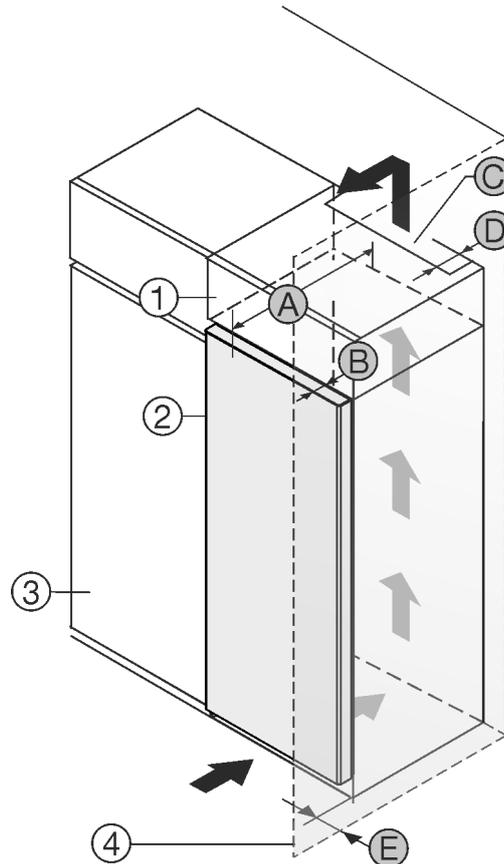

Fig. 1
Du kan plassere apparatet rett ved siden av kjøkkenskapet Fig. 1 (3)*
På baksiden av skapmodulen over enheten må det installeres en ventilasjonskanal med dybden Fig. 1 (D) over hele skapmodulens bredde.*
Ventilasjonstverrsnittet Fig. 1 (C) under taket i rommet må overholdes.*
Hvis apparatet plasseres med hengslene mot en vegg Fig. 1 (4), må avstanden mellom apparatet og veggen være minst 13 mm.*
Hvis apparatet plasseres med hengslene mot en vegg Fig. 1 (4), må avstanden mellom apparatet og veggen være minst 20 mm.*
For at du skal kunne åpne døren helt, må apparatet rage dørdybden Fig. 1 (B) lenger ut enn fronten på kjøkkenskapene. Avhengig av kjøkkenskapenes Fig. 1 (3) dybde og bruk av veggavstandsstykker kan enheten rage enda lenger ut.*